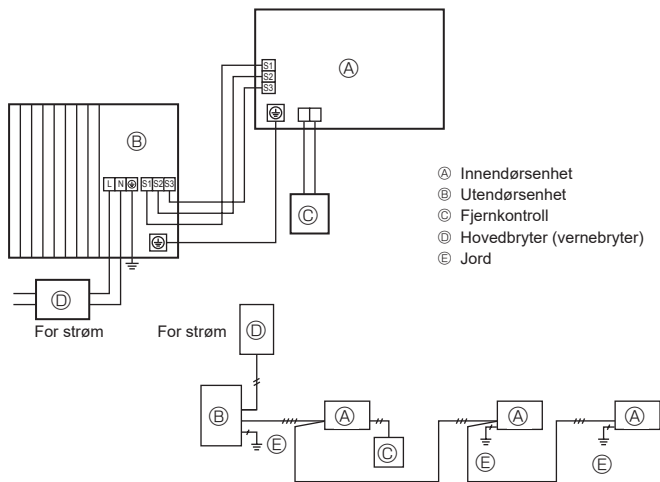
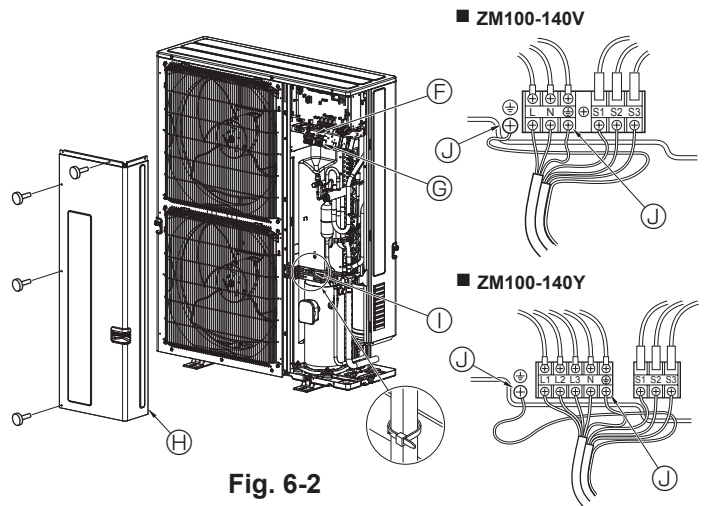

Fig. 6-1
Fig. 6-2
### 6.1. Utendørsenhet (Fig. 6-1, Fig. 6-2)
- ① Fjern servicepanelet.
- ② Kople til kablene med henvisning til Fig. 6-1 og Fig. 6-2.